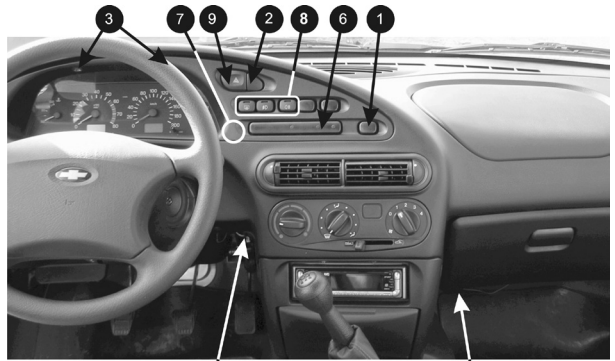

Рис. 5 Вид на панель приборов
- 4.1 Извлеките БКЛ (декоративную заглушку) (Рис.5 поз. 6) из панели приборов и отсоедините его разъём. В дальнейшей эксплуатации автомобиля БКЛ не понадобится, поэтому его можно убрать в комплект запчастей.
- а. Извлеките декоративные заглушки (Рис.5 поз.1 и поз.2).
- в. Выверните 2 самонарезающих винта (поз. 3, Рис.5), расположенных вертикально над комбинацией приборов.
- г. Аккуратно извлеките щиток панели приборов, начиная с правого угла (слева находится направляющая в виде "язычка", а в районе поз. 7 (см. Рис.5) с обратной стороны щитка панели приборов находится "защёлка").
- а. Протяните красный провод "РЕЛЕ вентилятора" из жгута №1 за консолью панели приборов вправо к блоку реле, находящемуся под "бардачком" (поз. 5) (см. Рис.5).
**- ПОДКЛЮЧЕНИЕ «МАССА»** Подключите чёрный провод "МАССА" из жгута №3 к любому чёрному проводу в контактной колодке любой кнопки (поз. 8, см. Рис.5).
Отсоедините колодку выключателя (поз. 9, Рис.5) аварийной сигнализации: